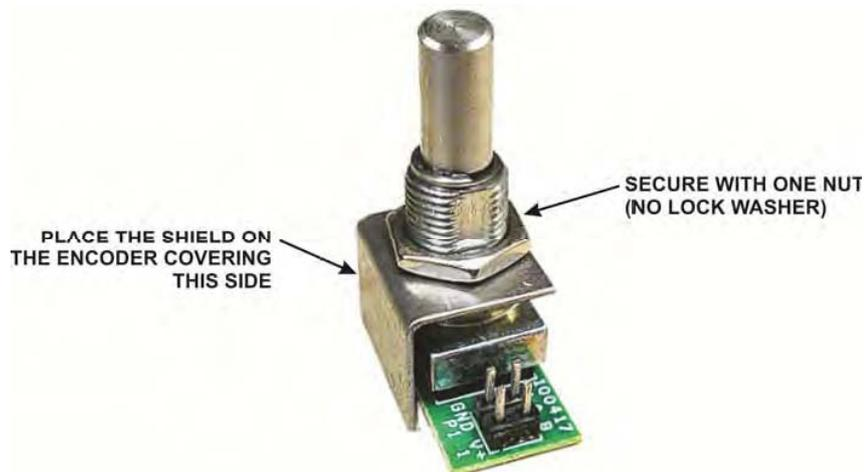

Figure 18. Preparing the VFO A Encoder for Installation.
- 図18に示されるように適応させられたシールドを備えた糸が通された金輪上のエンコーダ・シールドを置いてください。